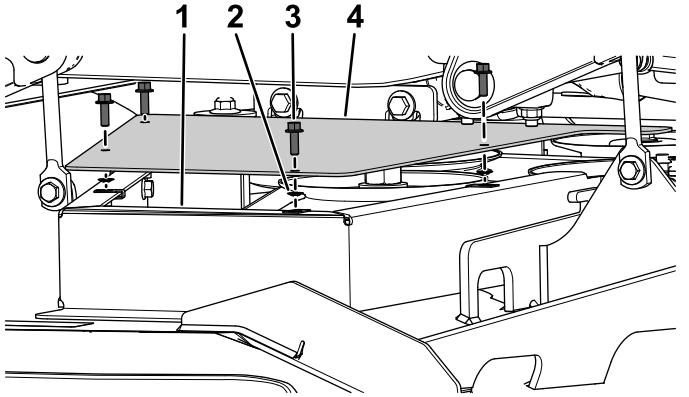

Bild 9
- Befestigen Sie die linke Riemenscheibenabdeckung mit vier Bundkopfschrauben ( $\frac{1}{4}'' \times \frac{3}{4}''$ ) und vier Steckmuttern an der linken Riemenscheibenhalterungsabdeckung (Bild 9).